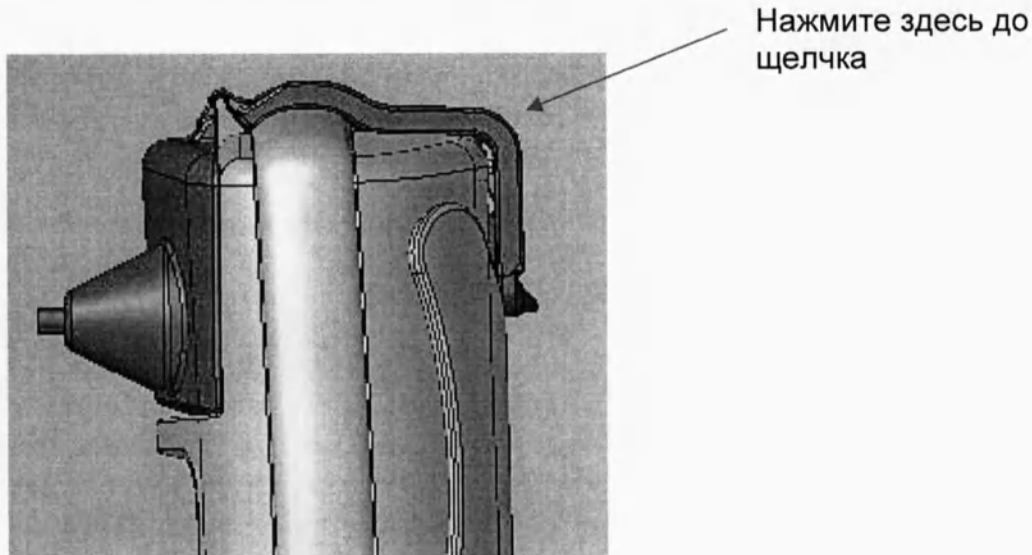

Рис. 3-1 Установка одноразовой защитной крышки на инфракрасный сканер 2000
3. Защитная одноразовая крышка. Установите защитную одноразовую крышку на инфракрасный сканер, как показано на рис. 3-1 и нажмите на верхнюю/заднюю поверхность одноразовой защитной крышки до щелчка.